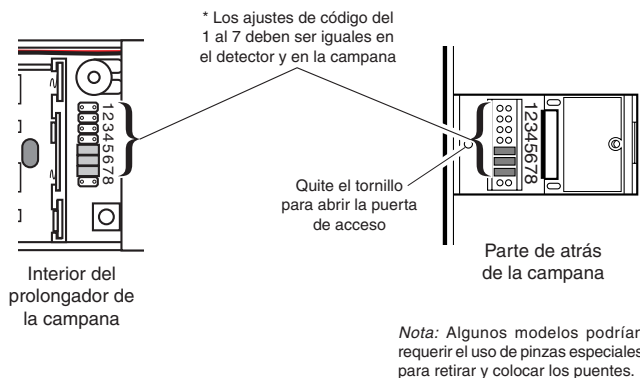

Figura 8
- Asegúrese que los códigos del prolongador y de la campana sean iguales (vea la Figura 8).
2. Abra las cajas y coloque los puentes en el prolongador de la campana y en la campana (vea la Figura 8).